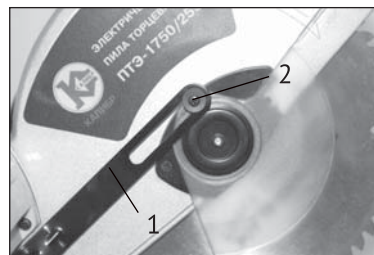
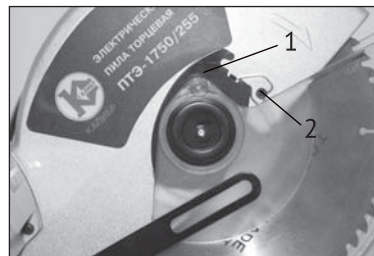

рис.3
рис.4
-открутите болт кулисы подвижного защитного кожуха (рис.3 поз.2) и ослабьте верхний болт прижимного (рис.4 поз.2) фланца подвижного защитного кожуха;